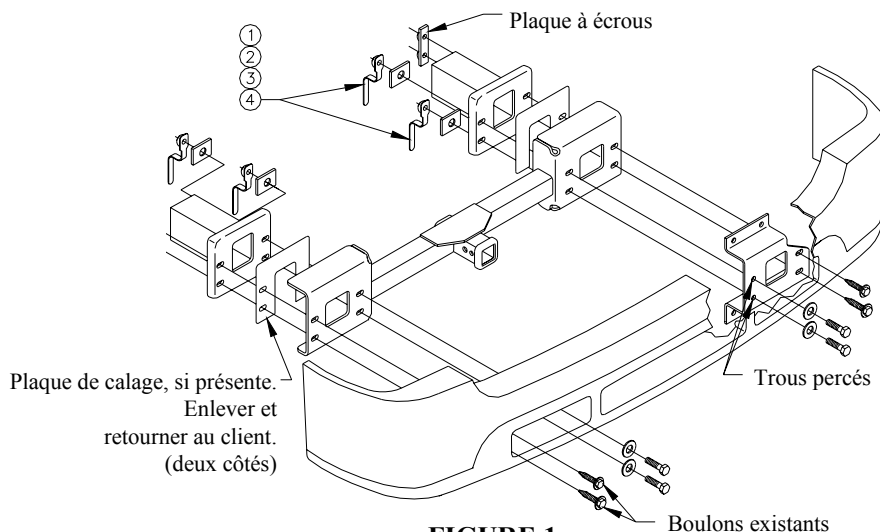
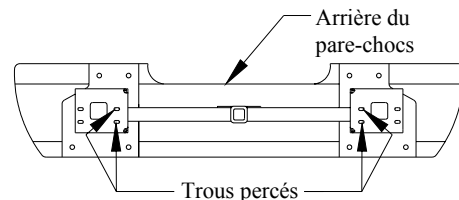
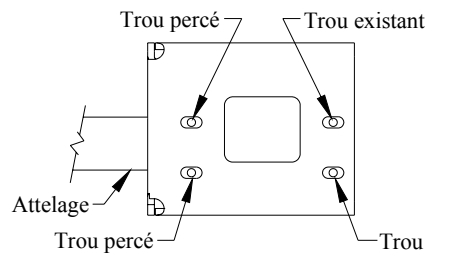

FIGURE 1
FIGURE 2
FIGURE 3
- Enlever six (6) boulons de pare-chocs, le pare-chocs et les plaques de calage (2) si ces dernières sont présentes.
- Placer le pare-chocs sur une surface protégée pour éviter les égratignures. Placer le récepteur à l'intérieur du pare-chocs. Voir la figure 2.
- Desserrer six (6) écrous pour enlever la traverse frontale inférieure (si le véhicule en est doté).
- Centrer le groupe de trous du récepteur sur celui du pare-chocs. Marquer les emplacements des trous à percer dans le pare-chocs, au centre des fentes du récepteur. Voir la figure 3.
- Réinstaller le pare-chocs à l'aide des quatre (4) attaches enlevés à l'étape 1. Ne pas installer les plaques de calage.
- Installer la visserie restante comme illustré à la figure 1. **MISE EN GARDE :** MAINTENIR EN PLACE LES ÉCROUS DE LEVIER DU CÔTÉ CONDUCTEUR POUR ÉVITER QU'ELLES NE PIVOTENT DANS LE CONDENSEUR DU CLIMATISEUR.